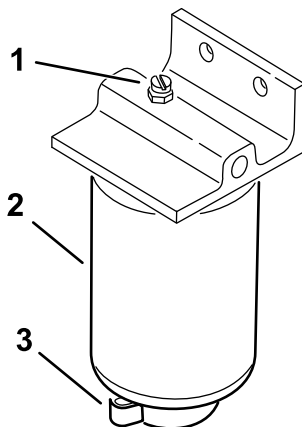

Рисунок 39
4. Откройте сливную пробку фильтра и клапан сапуна (Рисунок 39).